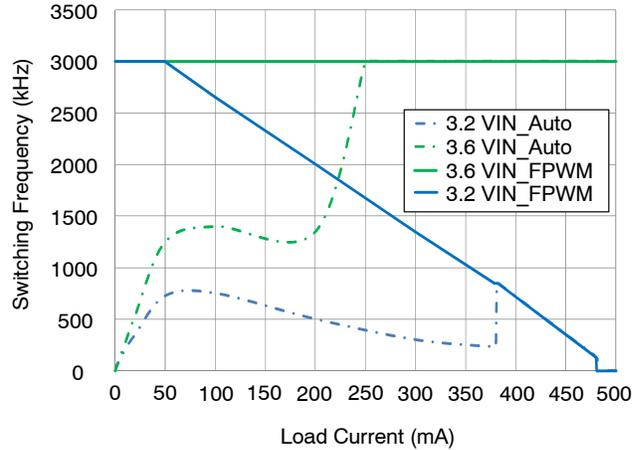

图 8. 降低开关频率的 $t_{OFF(MIN)}$ 效应
5. 受限于 t_{OFF} 最小值 (参见图 图8的典型操作性能)。